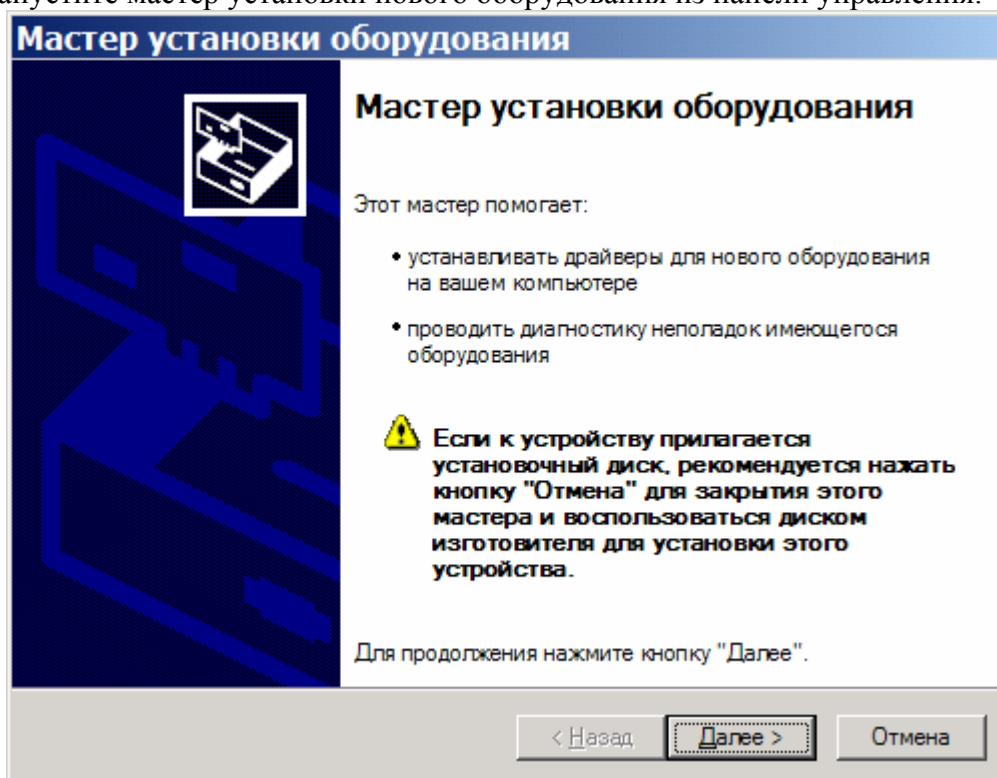

Рисунок 1
2.1 Расположение сигналов интерфейса RS232 на контактах разъемов RJ45 коммуникационного контроллера приведено на Рис.1